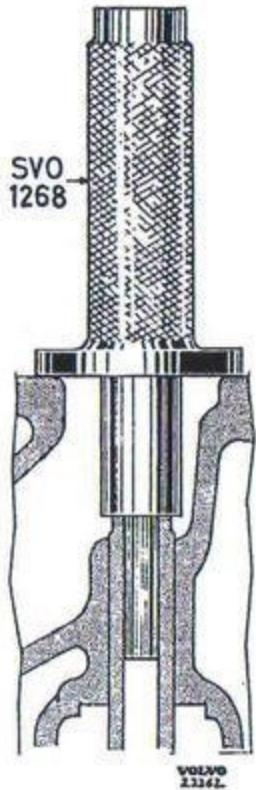

Bild 42. Montering av ventilstyrning.
4. Montera styrningarna med dorn SVO 1268, vilken automatiskt ger rätt läge (bild 42).